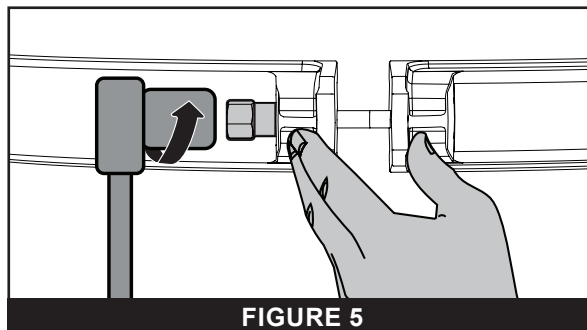

FIGURE 5
- Tout en maintenant les extrémités du collier ensemble, utilisez une douille de 3/4 de pouce et une clé pour retirer l'écrou du collier dans le sens inverse des aiguilles d'une montre. Veuillez vous référer à la **FIGURE 5**.